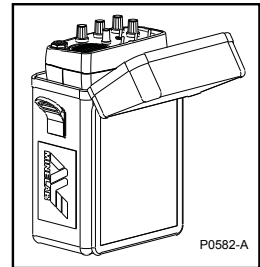

Figura 7 - Caja de control para la cintura
- b) Coloque la caja de control en su estuche para llevarla en la cintura con el panel de control mirando hacia arriba (figura 7).